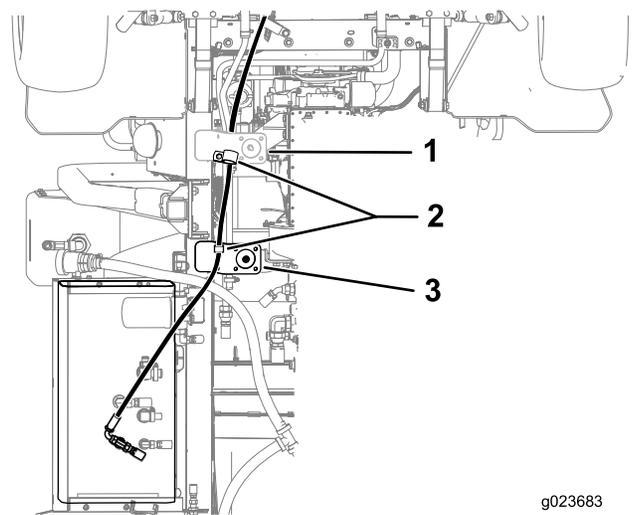

Figura 4
- 7. Sujete la manguera a los soportes de la máquina usando las 2 abrazaderas en R (Figura 4).